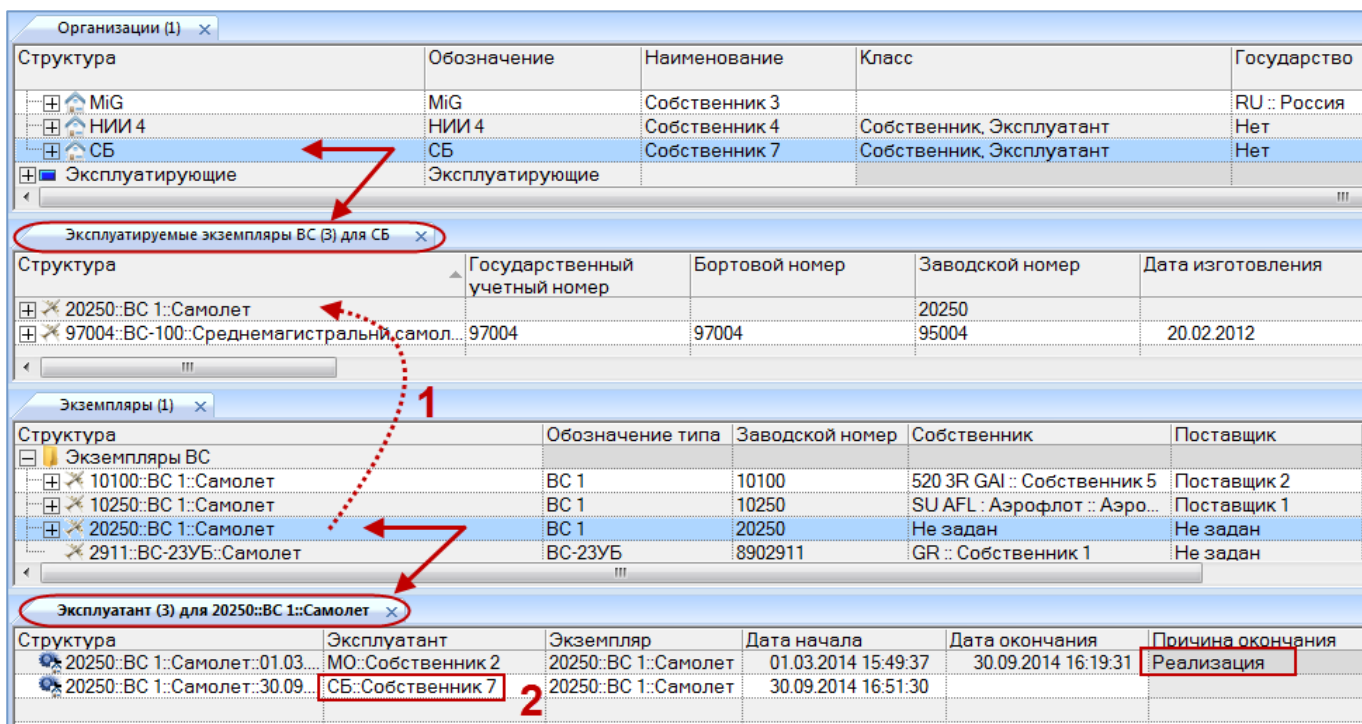

Рис. 13-119 – Назначение эксплуатанта перетаскиванием экземпляра ВС в окно связанных объектов «Эксплуатируемые экземпляры ВС» для организации
4) При перетаскивании экземпляра ВС в окно связанных объектов «Эксплуатируемые экземпляры ВС» (1 на рис. 13-119) создается движение в организацию-эксплуатант. Если у данного экземпляра ВС ранее уже был назначен эксплуатант, то предыдущее движение будет закрыто и в поле «Причина окончания» указано «Реализация» (2 на рис. 13-119).